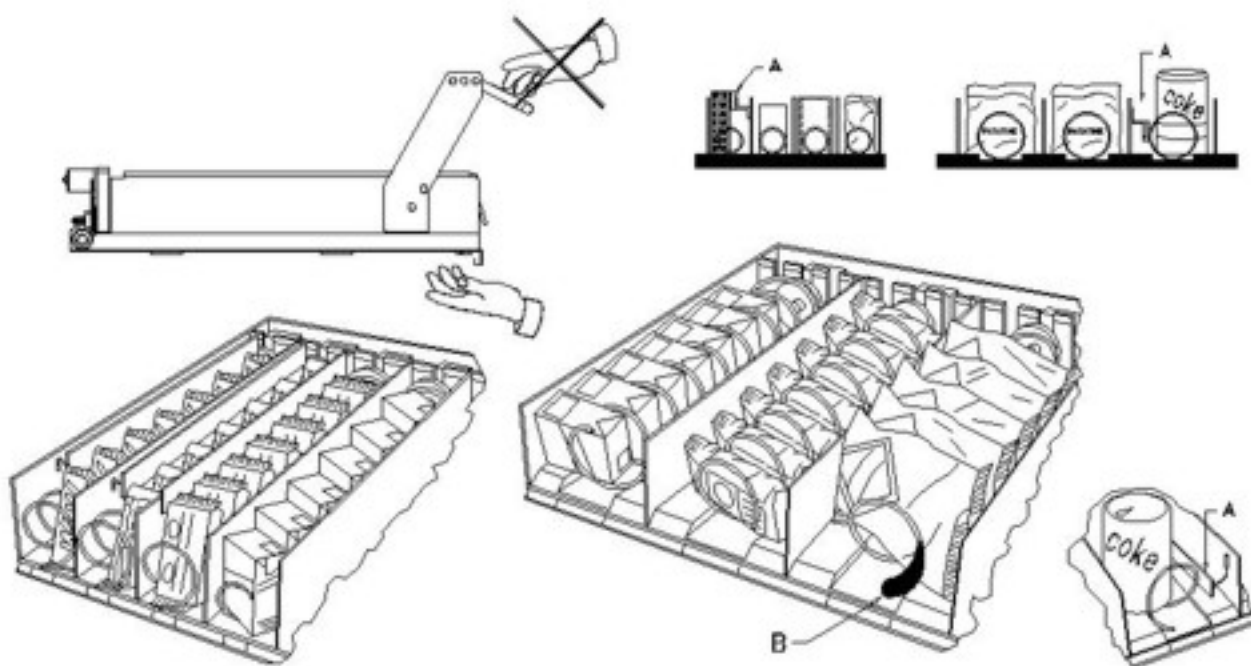

рис. 3
8.2 ДИСТАНЦИОННЫЕ РАСПОРКИ ДЛЯ ПРОДУКТОВ В ЯЩИКАХ (рис. 3)
8.3 ВЫТАЛКИВАТЕЛЬ ПРОДУКТОВ (рис. 3)